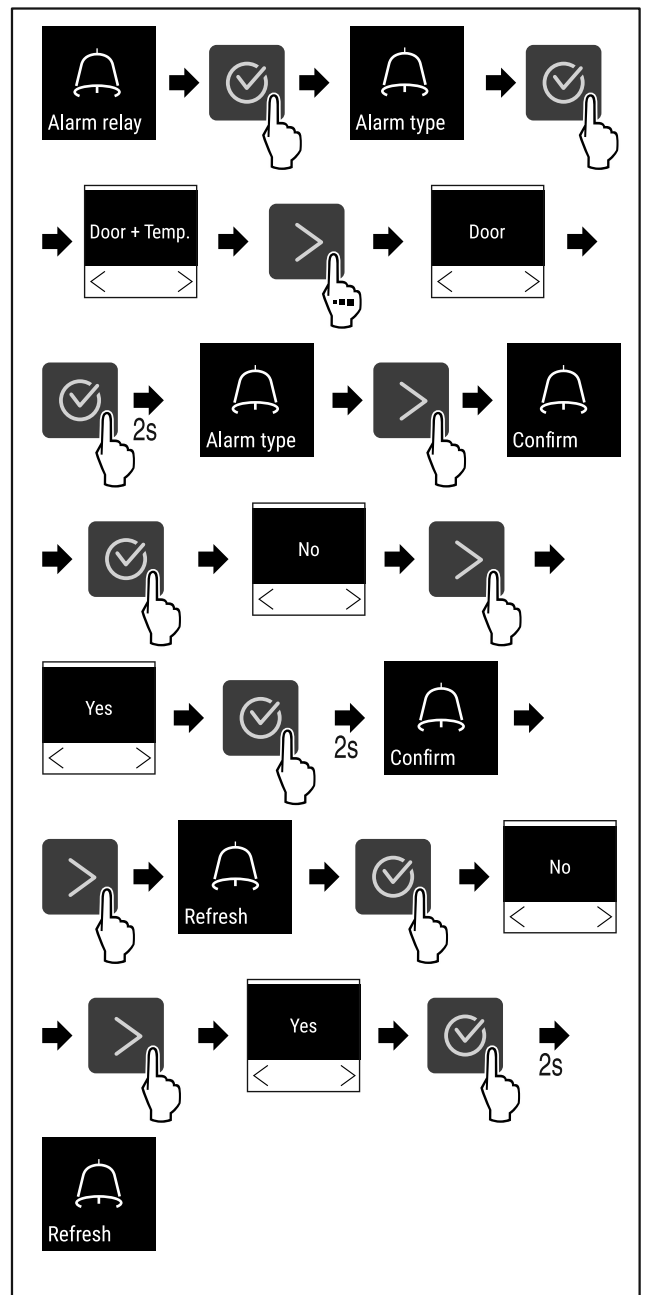

Fig. 114
- ▶ Suivre les étapes (voir Fig. 114).